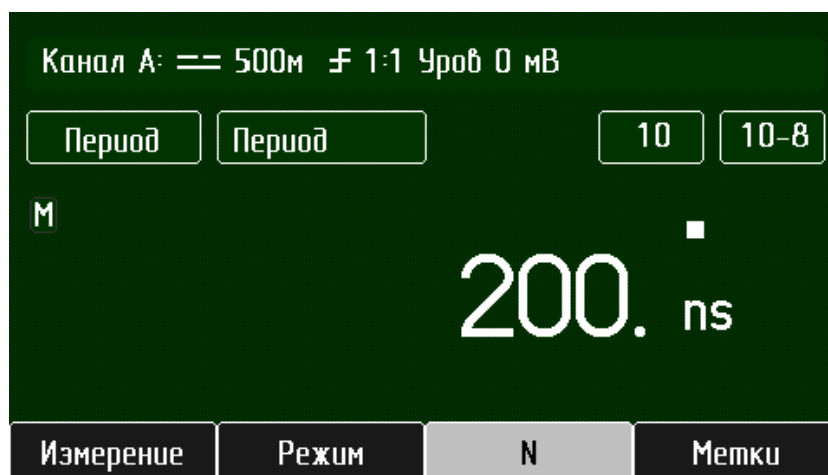

Рисунок 3.10 - Вид экрана при измерении периода
- "Измерение" - параметр измерения "Период" (рисунок 3.10);